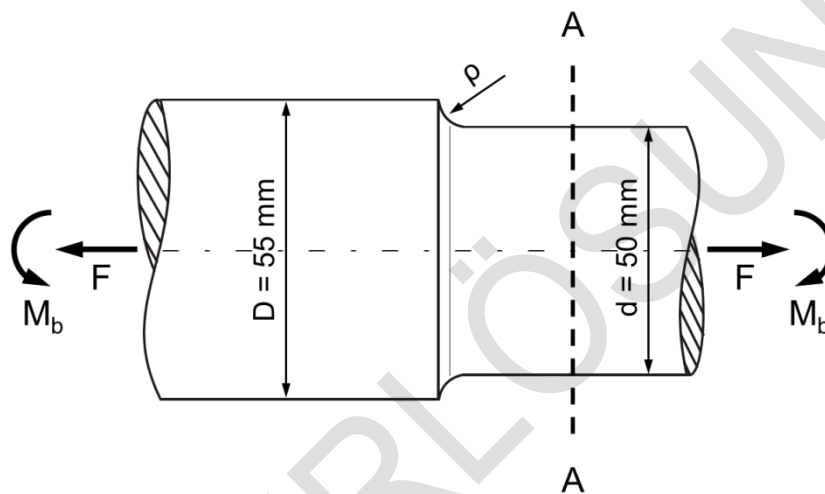

Abbildung 1.1: Antriebswelle aus 42CrMo4
Eine geschliffene Antriebswelle (siehe Abbildung 1.1) aus 42CrMo4 wird durch eine statische Vorspannkraft belastet. Zusätzlich können im Betrieb weitere Zugkräfte sowie Biegemomente auftreten. Im betrachteten Bereich besitzt die Antriebswelle einen Absatz.
- a) Berechnen Sie die Zugspannung in Axialrichtung σ_{zugl} im Querschnitt A-A (siehe Abbildung 1.1).
- b) Im Betrieb tritt zusätzlich zur statischen Vorspannkraft $F_1 = 20 \text{ kN}$ ein überlagertes Biegemoment M_b auf. Bei welchem statisch wirkenden Biegemoment M_b beginnt der Werkstoff im Querschnitt A-A (siehe Abbildung 1.1) zu fließen?